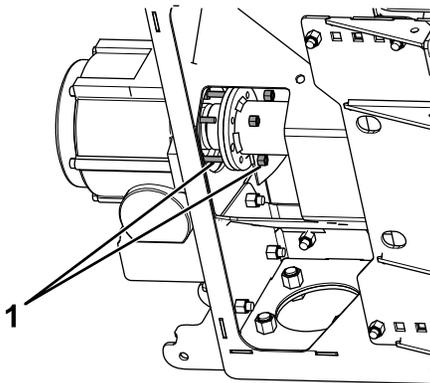

Bild 3
- Entfernen Sie die vier Schrauben und Sicherungsmuttern, mit denen die Getriebekupplung an der Förderschnecke befestigt ist, und entsorgen Sie diese (Bild 3).